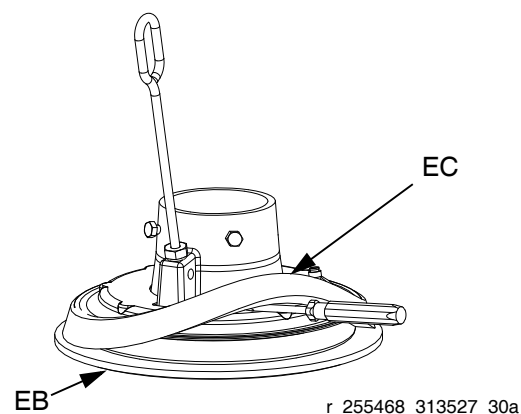

FIG. 16
2. *Börja nedanifrån* och använd en skruvmejsel för att avlägsna distansplattan (EC). För upp distansplattan helt ovanför plattans fläns. Se FIG. 16.